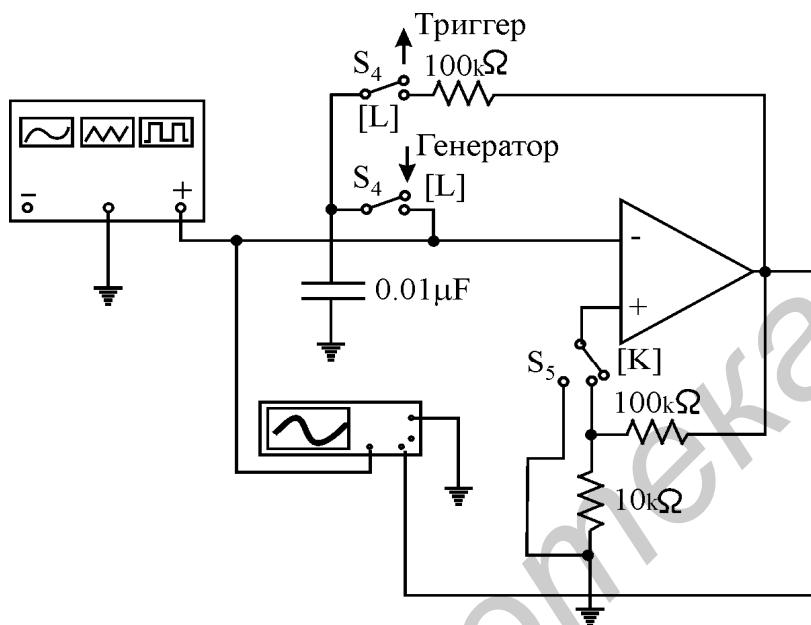

Рис.2.12. Схемы триггера Шмитта и релаксационного генератора
4.1. Соберите схему триггера Шмитта (рис.2.12).
5.1. Соберите схему релаксационного генератора (рис.2.12). Для этого ключи S_4 переключите в положение “Генератор” (вниз). Ключом S_5 замкните цепь ПОС, подав выходной сигнал на резистивный делитель напряжения.